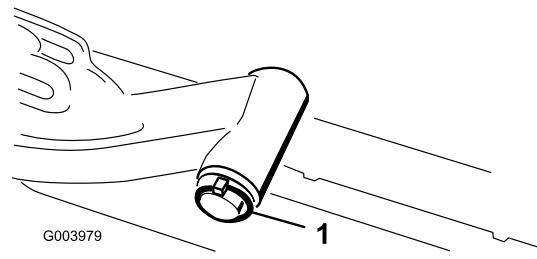

Bild 12
A. Nehmen Sie den Klappstecker und die Scheibe ab, mit denen der Gelenkschaft des Hubarms am Hubarm befestigt ist. Schieben Sie die Gelenkrolle des Hubarms aus dem Hubarm (Bild 12).
- C. Setzen Sie den Hubarmschaft in den Hubarm ein und befestigen Sie ihn mit der Scheibe und dem Klappstecker (Bild 12).